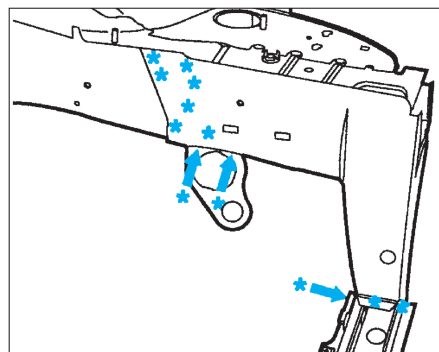
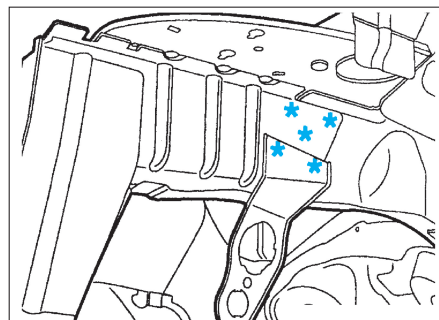

FIG. 11
FIG. 12
- Découper par fraisage des points (Fig.11) et (Fig.12).